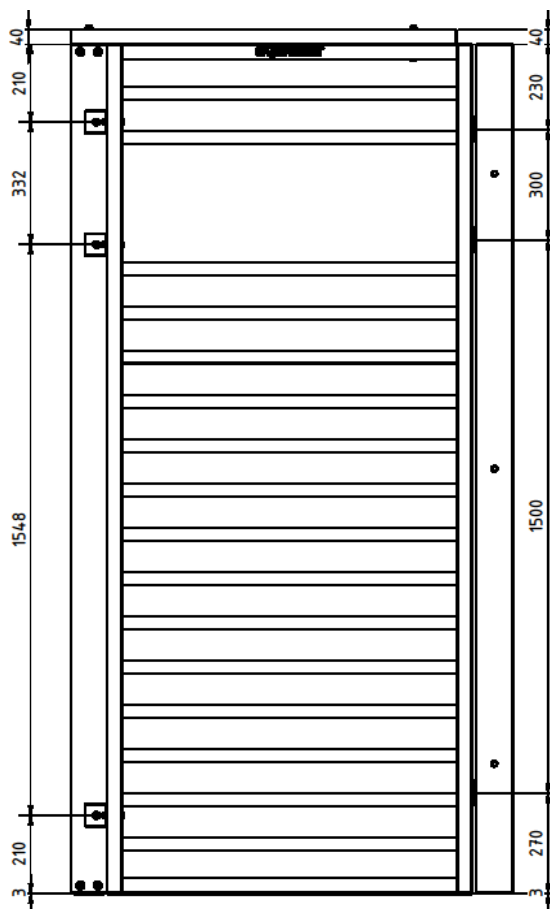

Abb. 3: Bohrmaße Winkel (links) und Scharniere (rechts)
Bohren Sie 6 Schraubenlöcher $\varnothing 9$ in den seitlichen Wangen der Klettereinzelemente für die Winkel vor (Abb. 3). Verbinden Sie dann die Wangen der Elemente mit den beiliegenden 3 Winkeln ⑧ an den vorgebohrten Stellen mittels Schlossschraube ⑪, Scheibe ⑮ und Stoppmutter ⑬ siehe Abb.3. Anschließend wird auf der Oberseite der Klettereinzelemente zur Aussteifung eine Strebe ③ mit Schlossschraube ⑩, Scheibe ⑯ und Stoppmutter ⑬ befestigt. Legen Sie hierfür zunächst die Holzstrebe mit den Kanten bündig an den oberen Wangen der Klettereinzelemente an und bohren Sie 2 Löcher mit $\varnothing 9$ vor. Achten Sie darauf die Schlossschrauben von innen nach außen bzw. von unten nach oben zu montieren, sodass keine scharfen Kanten innerhalb der Kletterrahmen entstehen. Verbinden Sie nun das Schwenkelement mittels der 3 Scharniere ⑨ und der Spaxschrauben $\varnothing 5 \times 30$ ⑥ am Wandbalken ②. Wenn die Klettereinzelemente und der Wandbalken miteinander verbunden sind, wird alles zur Montage in der Raumecke (siehe Abb. 1) in Parkstellung positioniert. Die Bohrlöcher für die Wand werden entsprechend dem Wandbalken markiert. Zur Sicherheit wird dieser Vorgang in der Gebrauchsstellung (siehe Abb. 1, Schwenkwinkel 135°) wiederholt, um gegebenenfalls Unebenheiten des Fußbodens zu kompensieren. Befestigen Sie den Wandbalken mittels Sechskantschraube ⑫, Unterlegscheibe ⑭ und Dübel ⑦. Die Dübel können je nach Beschaffenheit Ihrer Wand vom mitgelieferten Material abweichen, sollten aber eine Zuglast von mindestens 0,9 kN aufnehmen können. Nachdem die Turnwand fest an der Wand montiert ist, wird abschließend der Feststellfuß ⑤ an der Außenseite des Kletternetztes mit Spaxschrauben befestigt.